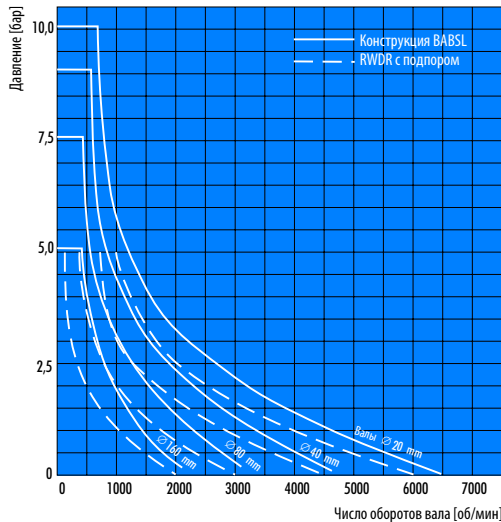

Рис. 2.23 Допустимое давление в агрегате для манжеты Simmerring (конструкция BABSL), а также для манжеты Simmerring с опорой
Для ограниченной области этих нагрузок рекомендуется применение конструкции BABSL. (→ p - v -диаграмма, → Рис. 2.23 и → SIMMERRING® – Производственная программа со стр. 1.0).
- Допустимые нагрузки → Рис. 2.23.